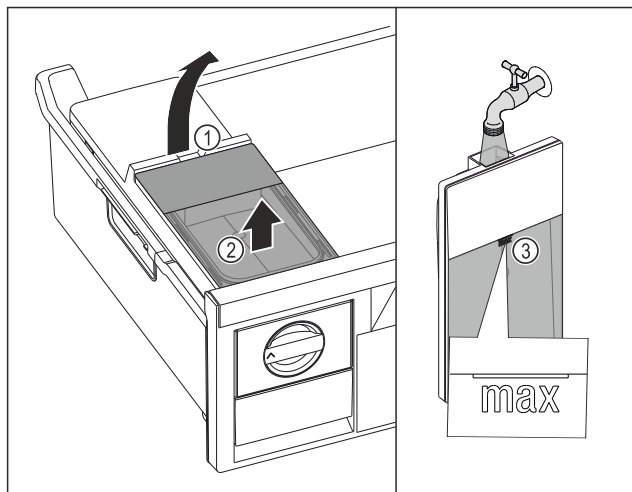

Fig. 91
- ▶ Elevar el depósito de agua por la entalladura Fig. 91 (1).
- ▶ Extraer el depósito de agua hacia arriba. Fig. 91 (2)
- ▶ Llenar el depósito de agua con agua potable hasta la marca Fig. 91 (3).